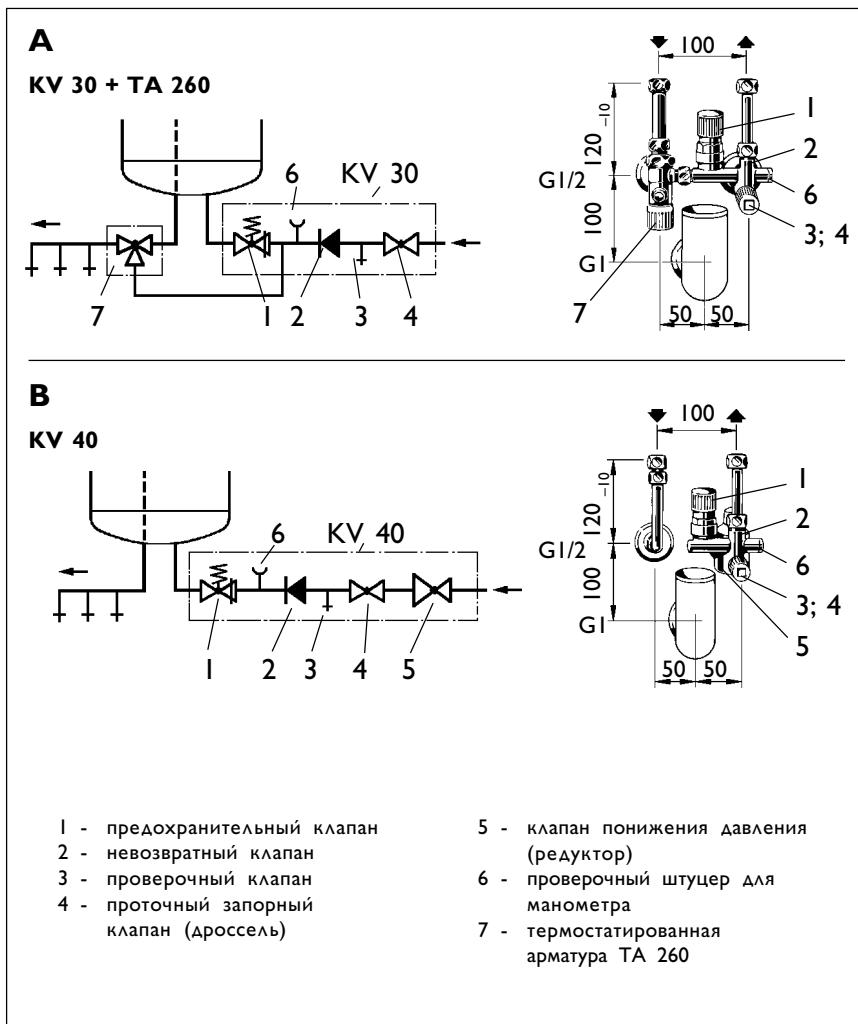

рис. 7
- Открыть влево в направлении "Prufen" врачающийся колпачек предохранительного клапана (см. рис.7, поз.6).